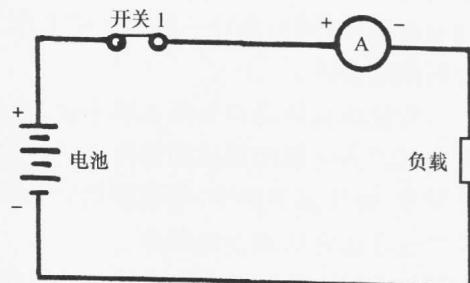

图 1.2 通常将电流表与电路相串联
**(2) 电流大小测量** 通常使用电流表或钳式安培计来测量电路的电流。电流强度的大小可以指示或探明一般的电路故障,如短路、开路和接地。请记住,当测量电流时,电流表一般与电路相串联,如图 1.2 所示。